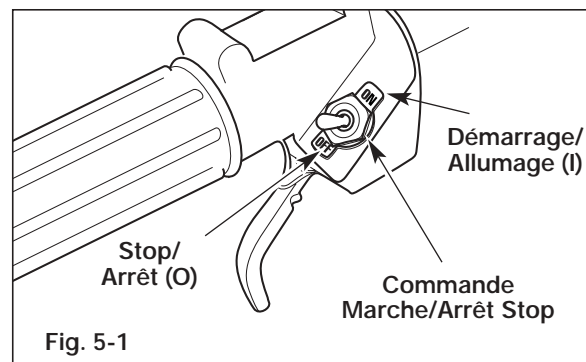

Fig. 5-1
2. Mettez la commande Marche/Arrêt Stop en position de ALLUMAGE (I) (Fig. 5-1).